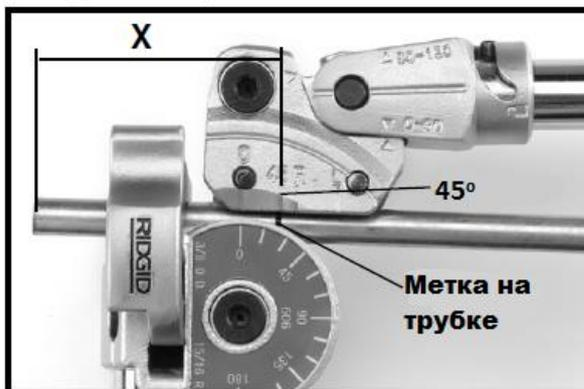

Рис. 10 -До
- Отметьте на трубке требуемое расстояние (X) от начала отсчёта (конец трубки, изгиб и т.д.) Расстояние X будет от метки до середины изгиба.
- Совместите риску 45° с меткой на трубке (См. рис. 10)